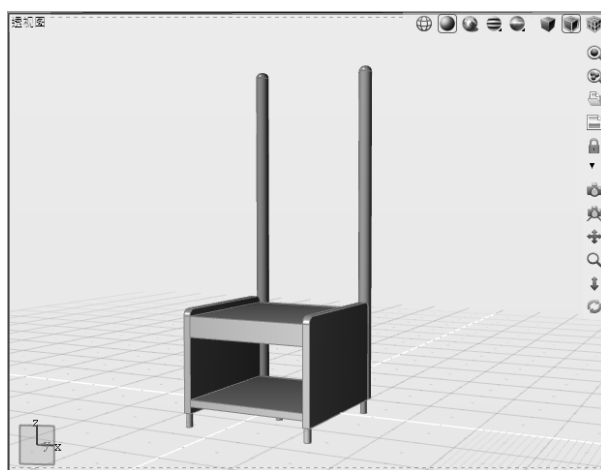

图 5-23 基于 Y 轴镜像支撑杆
4) 在顶视图中，使用“镜像”工具，基于 Y 轴镜像获得另一侧的支撑杆，如图 5-23 所示。